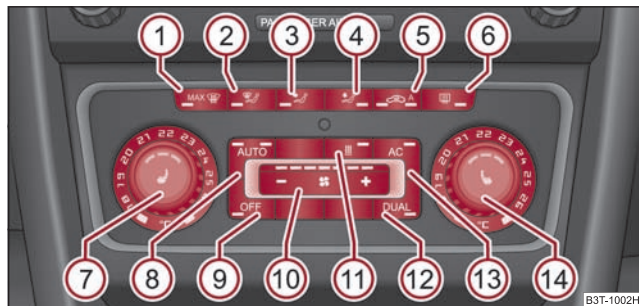

Fig. 128 Climatronic: Elementos de mando
- Pulse la tecla  ⇒ fig. 128.
- Si se empaña el parabrisas, pulse la tecla   ⇒ página 112, fig. 128. Cuando el parabrisas se haya desempañado, pulse la tecla .
- Pulse la tecla  ⇒ página 112, fig. 128.